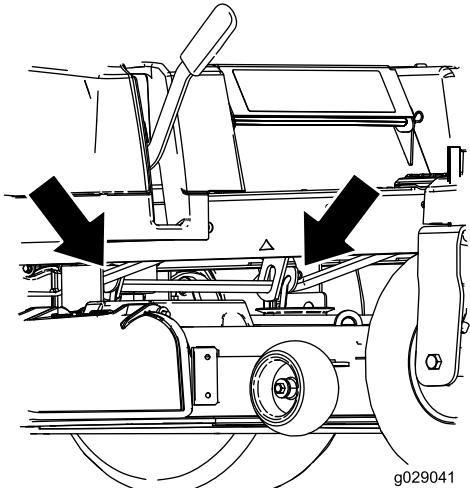

Bild 1
1. Ermitteln Sie die Befestigungsstellen für die Mähwerkbefestigungslenker (Bild 1).